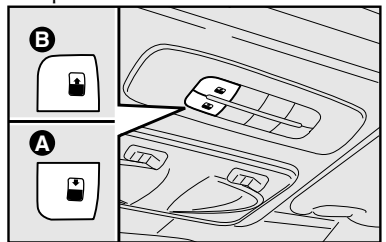

fig. 83
Acionar o botão **B-fig. 83** que permite duas modalidades de abertura do vidro móvel (dianteiro).
Acionando o botão **B-fig. 83**, de completamente fechado, o vidro dian-
Pressionando o botão **B-fig. 83**, de completamente fechado, o vidro anterior se move e pára quando o botão **B-fig. 83** é novamente pressionado. Com pressões sucessivas do botão, sempre no mesmo intervalo de tempo, o vidro se moverá até alcançar a posição de máxima abertura. Esta função permite ao usuário posicionar o vidro dianteiro em posições intermediárias àquelas realizadas pela abertura automática.
Da posição de abertura em que se encontra, pressionar o botão **A-fig. 83** e, mantê-lo pressionado por mais de meio segundo, o vidro anterior do teto solar se fechará automaticamente até a posição "spoiler". Pressionando novamente o botão **A-fig. 83** por mais de meio segun-
Assegurar-se que o vidro seja completamente fechado e, caso não ocorra o fechamento, acionar o botão **A-fig. 83** novamente.
- atuar no botão **A-fig. 83** e fechar completamente o teto solar através do
- pressionar o botão **A-fig. 83** até que sejam ouvidos dois ruídos (“clac”);